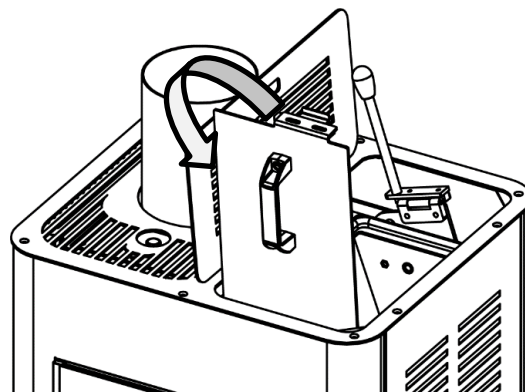

Fig. 16
- Aprire il coperchio del serbatoio (fig.16).